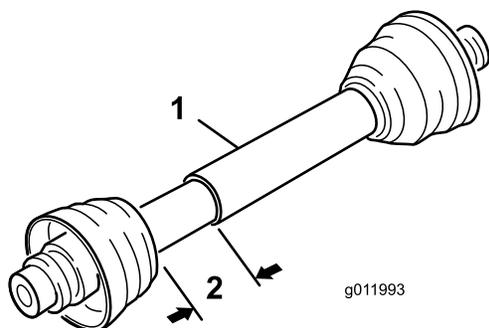

図 5
4. PTO シャフトが一番短くなった状態でも完全に縮んだ状態まで少なくとも 37 mm の余裕が必要である図5。